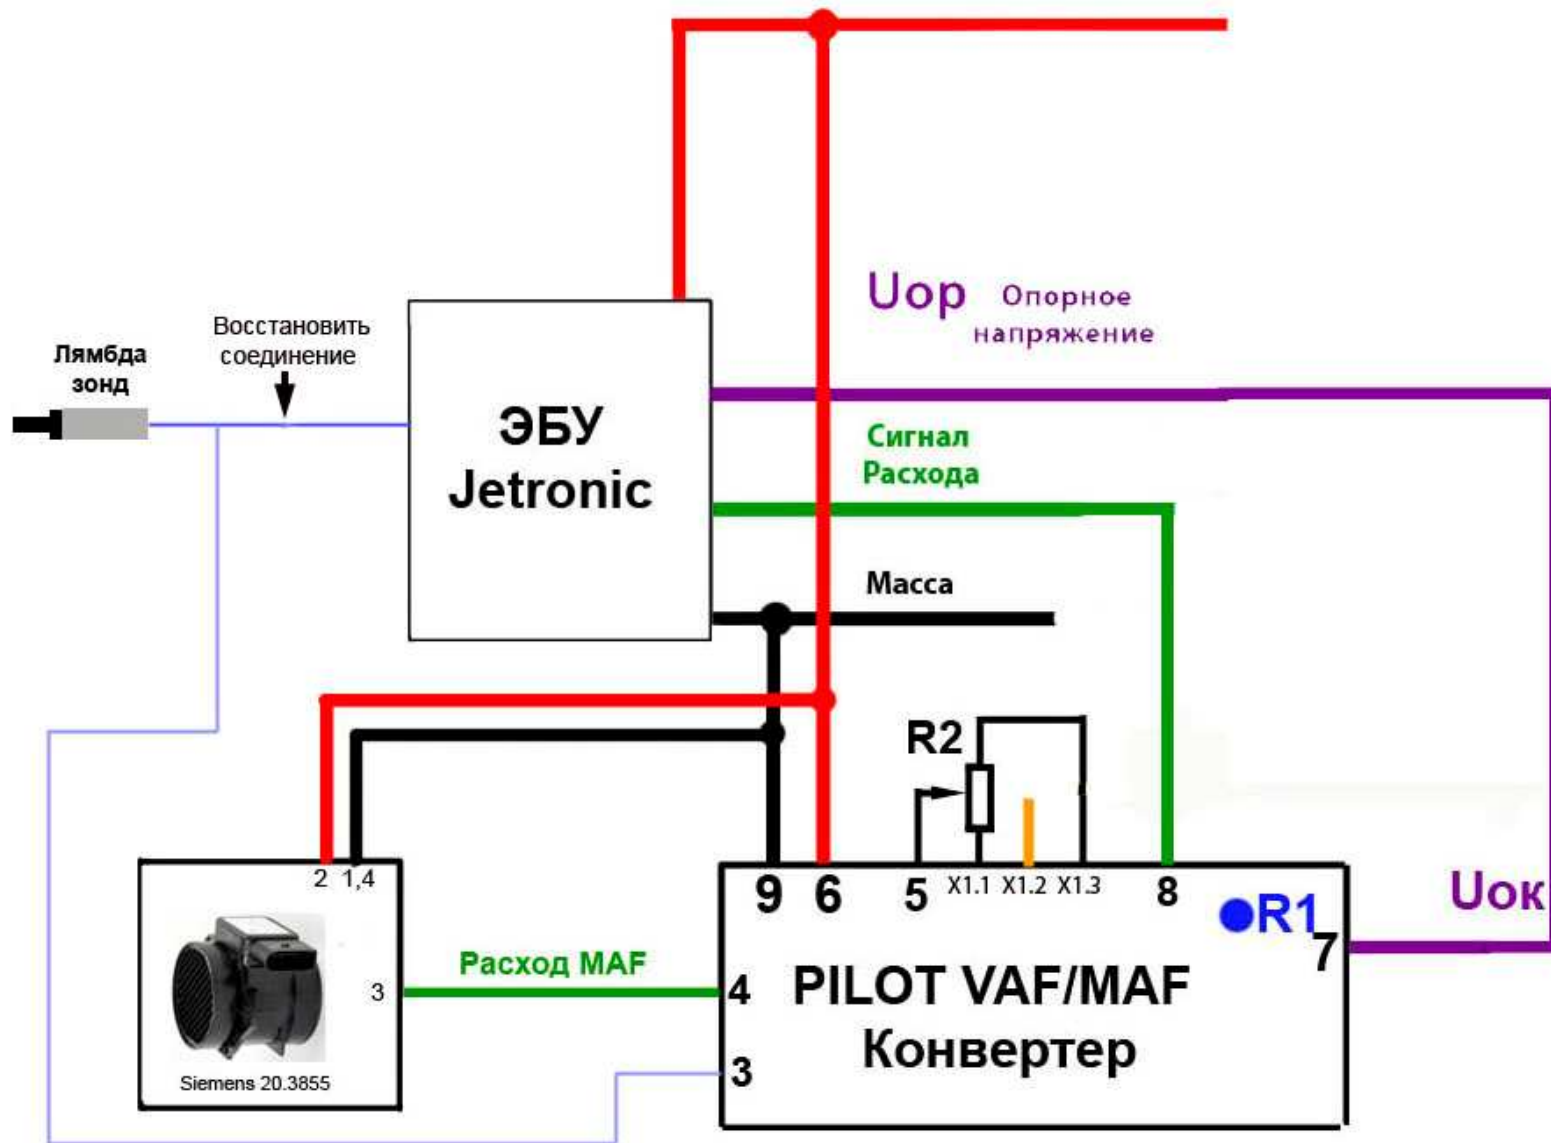

Рис. 31 Финальная схема подключения конвертера.
**11. Восстанавливаем соединение сигнального провода ЛЗ с ЭБУ (см. Рис. 31).